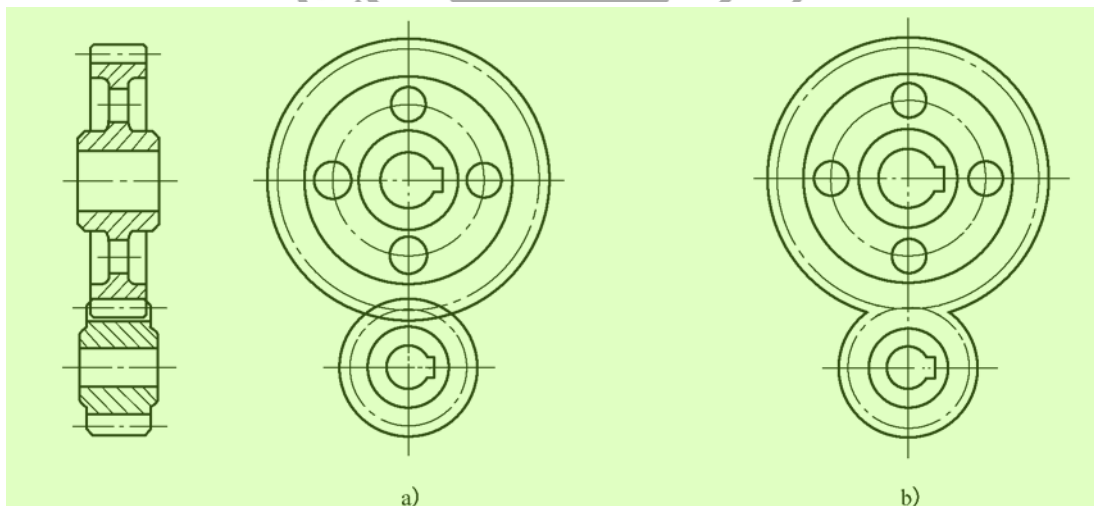
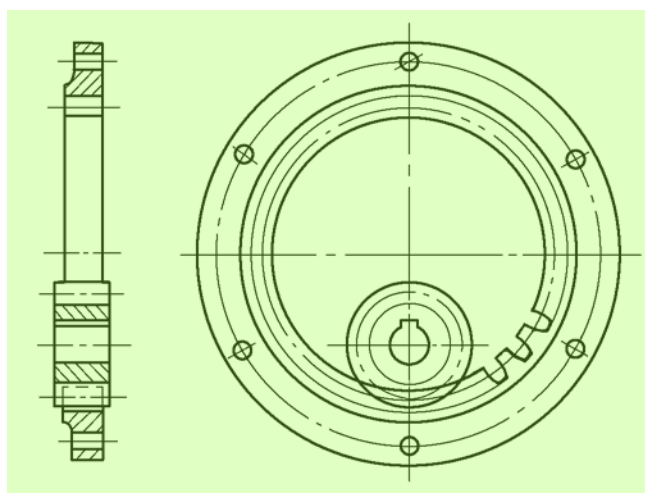
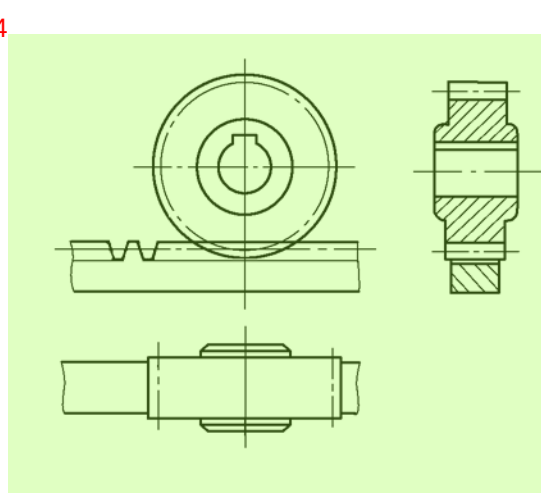

图 9 圆柱齿轮副的啮合画法——外啮合(一) 14
图 11 圆柱齿轮副的啮合画法——内啮合 5
图 12 齿轮齿条副的啮合画法 7
4.1 在垂直于圆柱齿轮轴线的投影面的视图中, 啮合区内的齿顶圆均用粗实线绘制, 见图 9a)、图 11、图 12, 其省略画法如图 9b)所示。 5
4.3 在圆柱齿轮啮合、齿轮齿条啮合和锥齿轮的剖视图中, 当剖切平面通过两啮合齿轮的轴线时, 在啮合区内, 将一个齿轮的轮齿用粗实线绘制, 另一个齿轮的轮齿被遮挡的部分用虚线绘制(图 9、图 11、图 16、图 18);也可省略不画(图 12、图 13、图 17)。